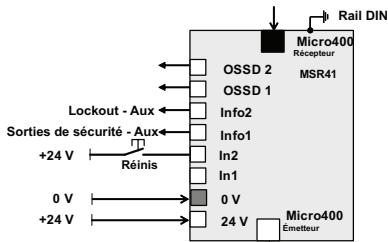

Figure 4 : Module de base MSR41, barrière photoélectrique Micro 400, réinitialisation manuelle, aucun contrôle en sortie
- aux deux sorties PNP de sécurité (OSSD) du module de base (ex. Figure 4) et/ou